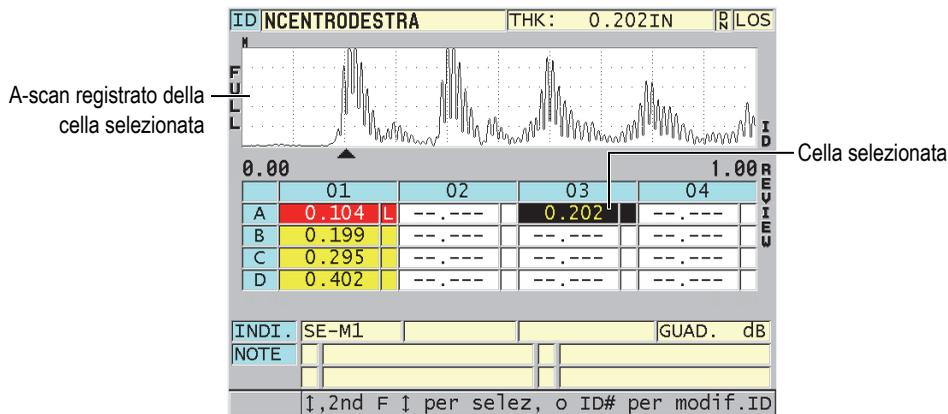

Figura 10-13 Cella selezionata della matrice DB nella schermata di consultazione degli ID
3. Nella schermata di consultazione degli ID (vedere Figura 10-13 a pagina 174):